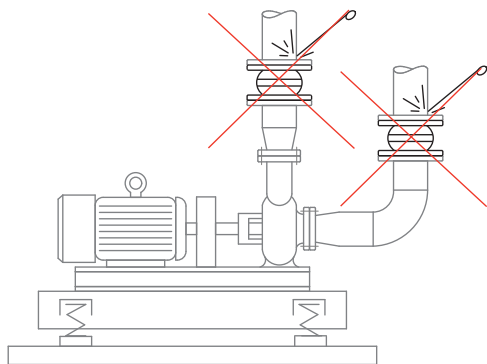

Рис. 1
**ВАЖНО!** Запрещено проведение сварочных работ в непосредственной близости от резинового корпуса компенсатора без его защиты и демонтажа (рис.1). Т.к. сильное тепловое воздействие способно повредить резиновый корпус компенсатора.